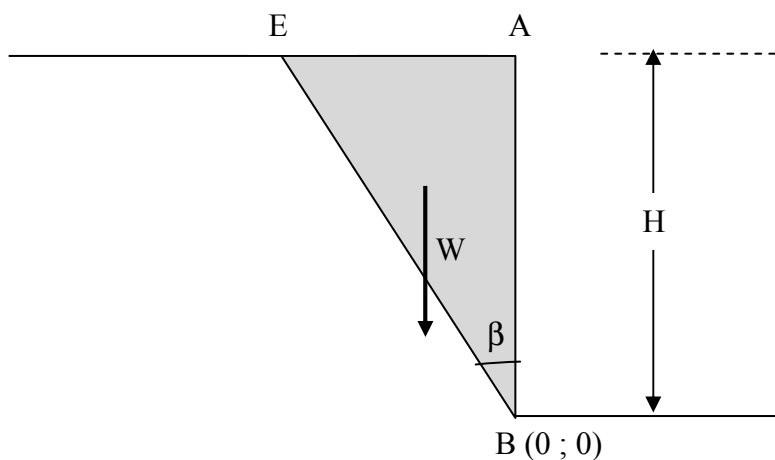

Figure 1 : Schéma de la fouille.
Soit une fouille verticale de hauteur  $H$  (Figure 1). On cherche à calculer le coefficient de sécurité  $F$  d'une surface de rupture plane (EB) passant par le fond de fouille dans les différentes configurations décrites ci-dessous.